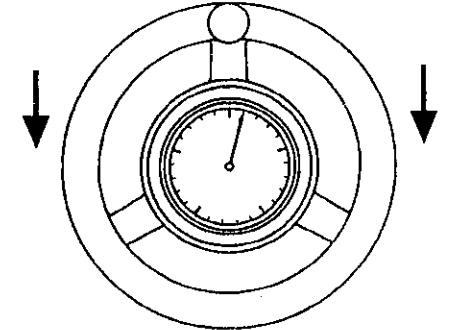

図11-1
- \*1メモリは0.02 mm (20 μ) で一周 0.5mm (500 μ) です。(図11-1)